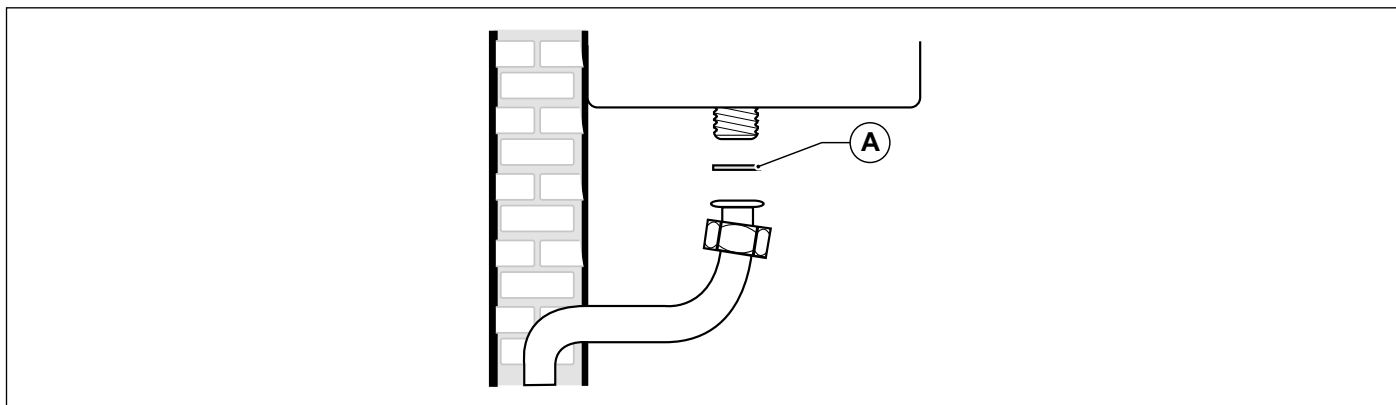

Fig. 21 Racordare la rețeaua de gaz
**Pentru a conecta racordul de gaz al centralei termice la țevile de alimentare, este OBLIGATORIU să interpuneți o garnitură de etanșare (A) de mărime și din material adecvat (vezi Fig. 21 Racordare la rețeaua de gaz).**